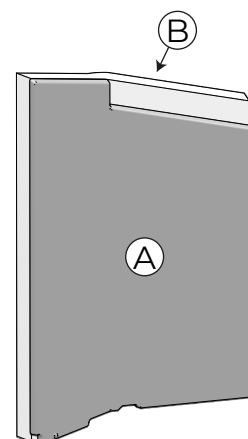

Fig. 7.8
3	Inserire le nuove piastre laterali (A) sui pannelli isolanti laterali (B) (Fig. 7.8)